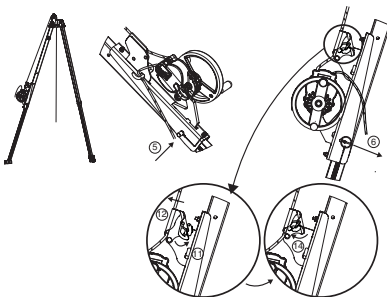

Abb. 9
**WICHTIG:** Auf die Einbaurichtung achten: die Kernmantelseilklemme muss zur Oberseite des Dreibaums trapcode weisen (Abb.9).
5. Den Befestigungsbolzen des Adapters für Gerät Derope™ UP R anbringen. Der Befestigungsbolzen hat zwei Funktionen: Verriegelung der Stütze des Dreibaums trapcode und Befestigung des Adapters für Gerät Derope™ UP R an der Stütze (Abb.9, 5).
6. Den Befestigungsbolzen mit dem Sicherungsstift verriegeln (Abb.9, 6).
11. Die Schotklemme des Adapters öffnen (Abb.9, 11).
12. Das aus dem Derope™-Gerät austretende Kernmantelseil in die Schotklemme des Adapters einführen (Abb.9, 12).
14. Die Schotklemme schließen (Abb.9, 14).